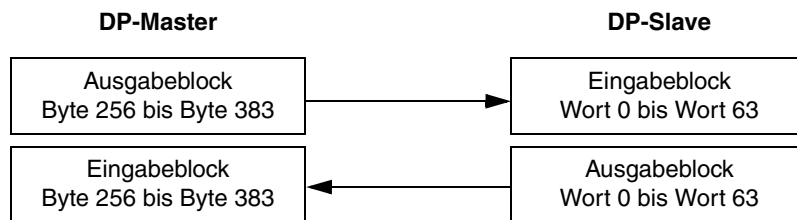

ABB. 48: Master/Slave-Austausch
- Dies resultiert in einem Bereich von Wort 0 bis Wort 63. ABB. 48 veranschaulicht diesen Austausch.
HINWEIS: ABB. 48 bezieht sich nicht auf den Eingangs- und Ausgangsblock im Graco Gateway. Die Verwendung der Terminologie in der Tag-Konfiguration erfolgt aus der SPS-Perspektive (DP-Master). Weitere Informationen unter **Systemvorbereitung für Graco Gateway**.